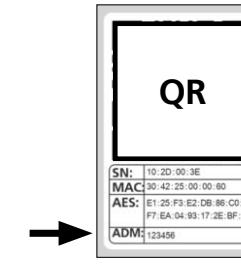

Abb. 3
- ③ Sie erhalten eine Aufforderung, den mitgelieferten QR-Code des Zylinders mit der Kamera des Smartphones einzuscannen. Der QR-Code befindet sich auf dem Aufkleber, welcher der Verpackung beiliegt (Abb. 3).
Achtung: Dem Set liegen zwei Aufkleber mit QR-Codes bei, für Zylinder und Tastatur. Den hier benötigten QR-Code für den Zylinder erkennen Sie an dem Administratorcode unten auf dem Aufkleber, gekennzeichnet mit der Bezeichnung „ADM“ (Abb. 3).